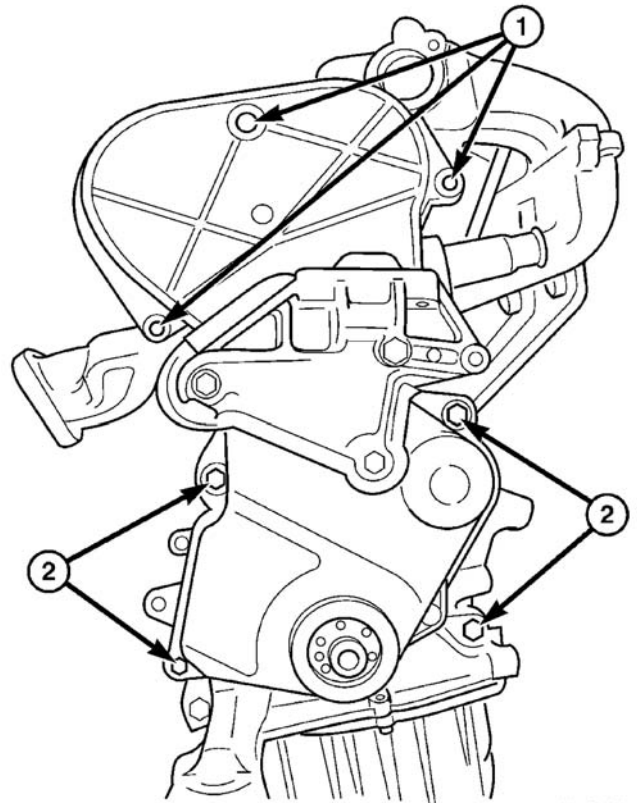

图 112 正时皮带前盖
(1) 拆卸曲轴减震器。（参见 9-发动机/发动机体/减震器-拆卸）
(2) 卸下发电机驱动皮带张紧器组件。（参见 7-冷却/附属装置传动/皮带张紧器-拆卸）
(3) 卸下正时皮带前盖螺栓（图 112）和卸下盖。
(1) 安装正时皮带前盖（图 112）。紧固扣件至 $7\text{N} \cdot \text{m}$ (60in.lbs.)
(2) 安装发电机驱动皮带张紧器。（参见 7-冷却/附属装置传动/皮带张紧器-安装）